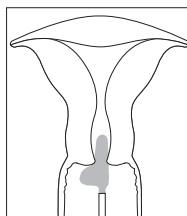

Fig. 1
3. Tenendo il tampone fioccatto per il manico, inserire il puntale del tampone (il segmento lungo della „L“) all'interno del canale cervicale, lasciando fuori dal canale cervicale la parte più larga del tampone (il segmento corto della „L“); vedere Fig. 1.